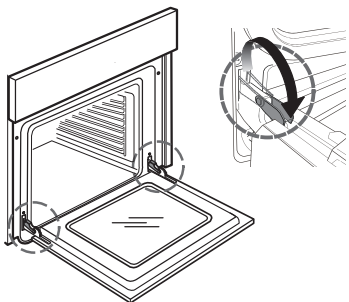

fig. 1
2. Løft opp de to stopperne og trykk dem forover så langt de går (fig. 1).